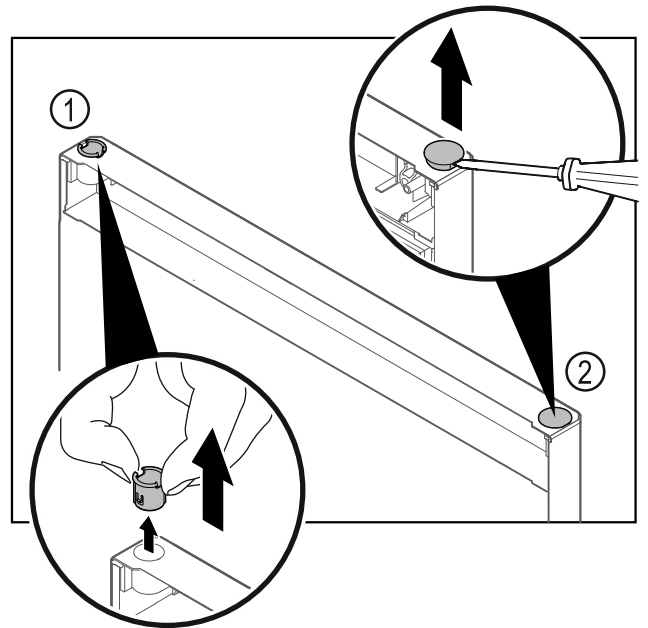

Fig. 40 Puerta del compartimento congelador
- Extraer el casquillo de bisagra Fig. 40 (1) con los dedos.
- Levantar cuidadosamente el tapón Fig. 40 (2) con un destornillador para tornillos de cabeza ranurada y extraerlo.